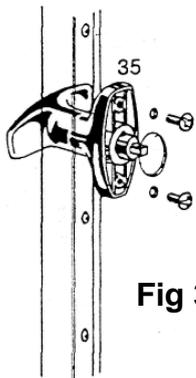

Fig 38
- 8a Nehmen Sie den Türgriff (35) und den Türstangensatz (34). Befestigen Sie den Griff wie in Abbildung 38 dargestellt an der Tür.